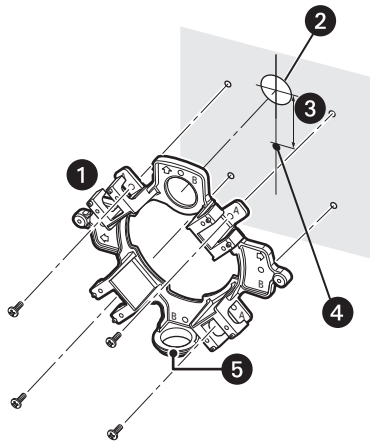

Рис. 8. Установка монтажной опоры
3. Установите монтажную опору на стену или потолок (см. рис. 8).